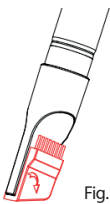

Fig. 10
- Como en la fig. 10, puede usar el cepillo comprimido en las esquinas y las aberturas.